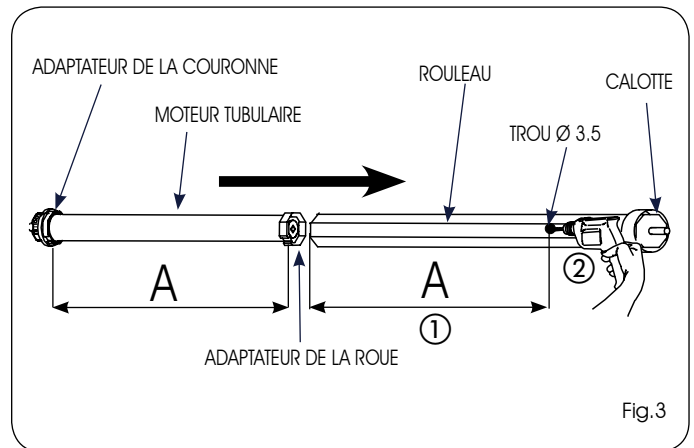

Fig.3
1) Réaliser un trou avec un foret \varnothing 3 mm sur le rouleau (Fig.3 réf.②) à la distance A (Fig.3 réf.①), en faisant référence au tableau 1.